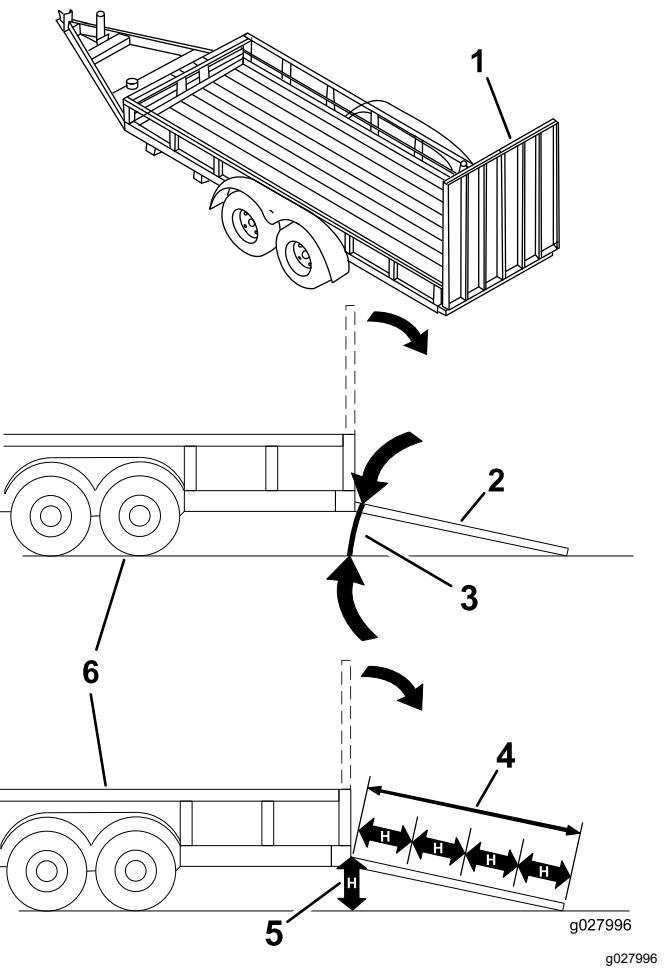

Figure 41
Le chargement de la machine sur une remorque ou un camion augmente le risque de basculement, et donc de blessures graves ou mortelles (Figure 41).
3. Abaissez la rampe pour que l'angle avec le sol ne dépasse pas 15 degrés (Figure 41).
1. Abaissez la rampe pour que l'angle avec le sol ne dépasse pas 15 degrés (Figure 41).